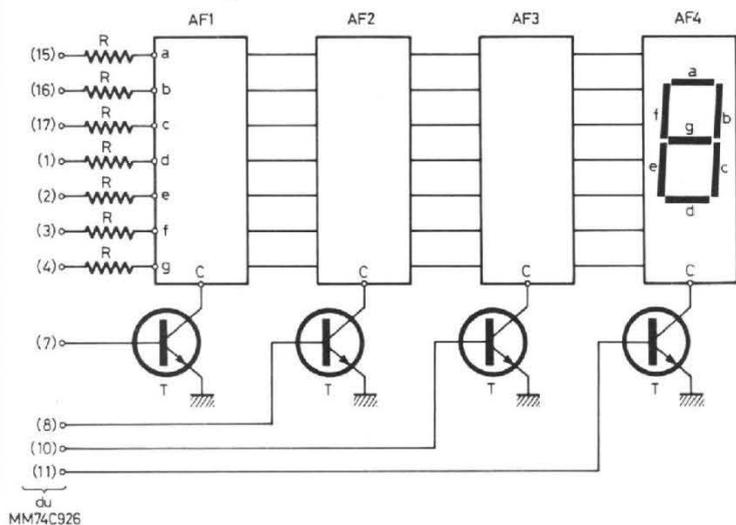

Fig. 31. - Interface pour afficheurs à cathode commune.
- le MM 74C926 peut attaquer directement des afficheurs à cathode commune ; le schéma est alors des plus simples comme le montre la figure 31